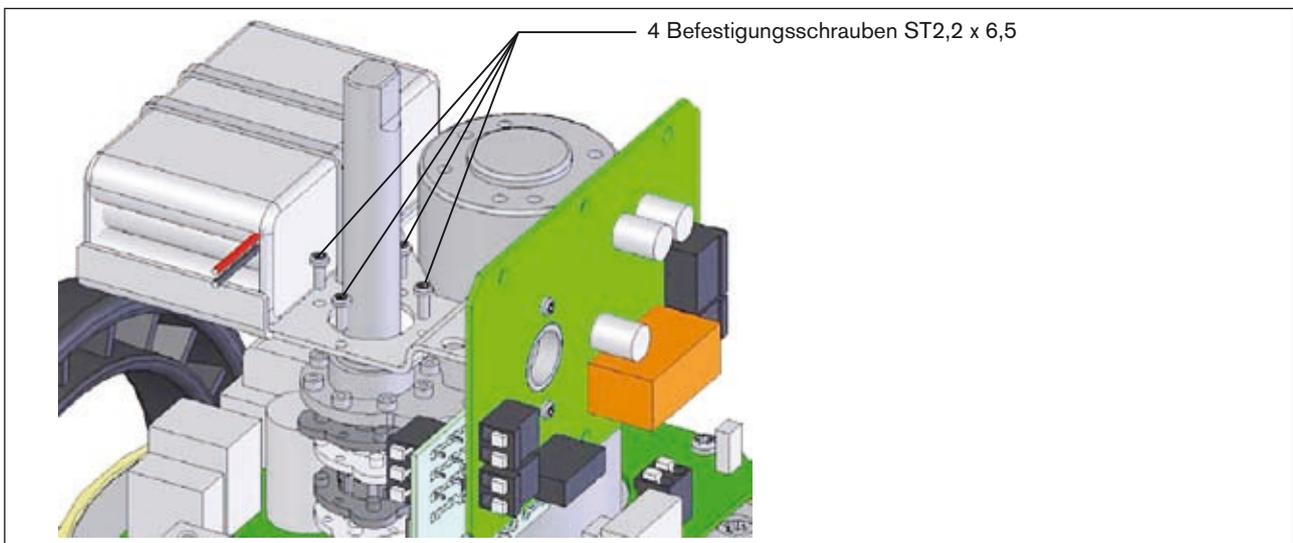

Bild 19: Darstellung: Einbau der Notrückstellung in den Stellantrieb
- Den Sicherheitsblock der Notstromvariante mit 4 Schrauben am Stellantrieb befestigen (siehe Bild 19:Darstellung: Einbau der Notrückstellung in den Stellantrieb)